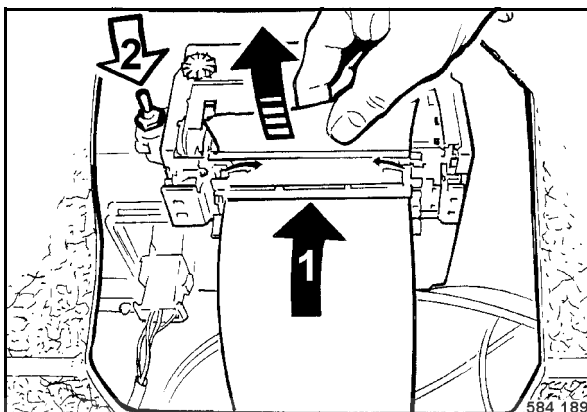

fig. 101
- Installer un rouleau de papier neuf (fig. 101).
- Introduire le papier dans la prise (1) de l'imprimante.
- Actionner la touche à bascule (2) dans le sens de la flèche jusqu'à ce que le papier apparaisse à la sortie de l'imprimante.